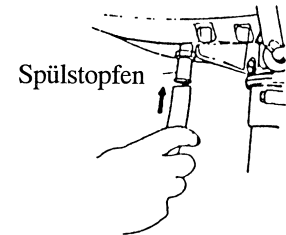

Abb. 27: Kühlsystem durchspülen
- 2) Kühlsystem auswaschen. Zuerst den Propeller entfernen und die Einheit senkrecht in einen großen Eimer oder Behälter mit mind. 40 cm3 Frischwasser legen. Motor starten und bei niedriger Drehzahl laufen lassen, damit das Frischwasser durch das Kühlsystem fließen kann. Wasserstopfen am Antriebsgehäuse entfernen und Spülstopfen einschrauben. Schlauch anschließen und System mit Frischwasser durchspülen (Abb.27).